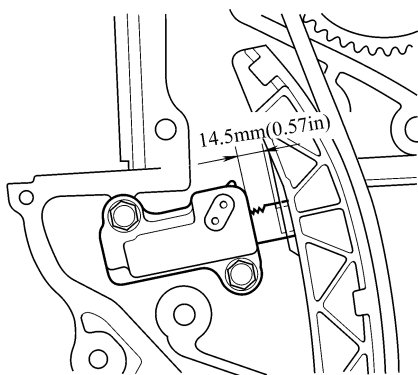

图 2-65 测量张紧器连杆长度
12) 测量张紧器体和张紧器连杆平面部分底部之间的张紧器连杆长度。如果长度超出公差, 则更换凸轮轴链条, 见图 2-65。